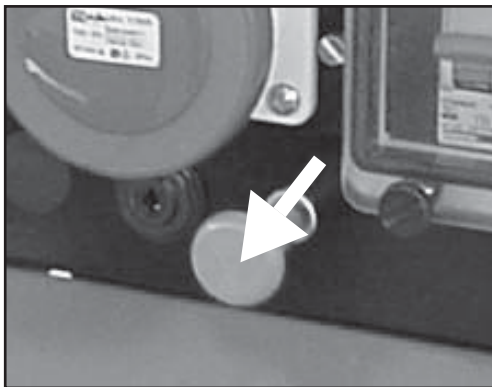

Abb. 8
- 3) Version P9000 - WP230: den Griff auf der Steuertafel ziehen (siehe Abb. 8); Abwarten bis der Motor komplett abgeschaltet ist. Danach den Schlüssel wieder in die Position „OFF“ drehen